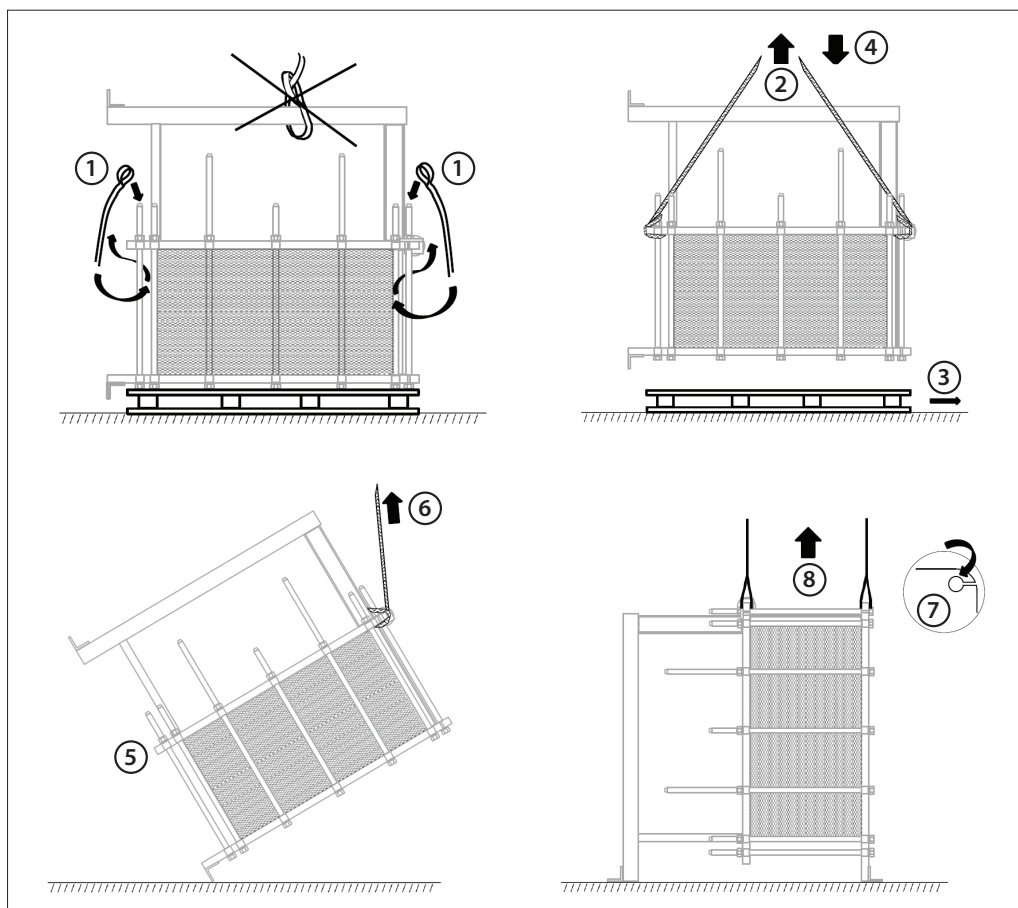

Fig. 8. Instructions de levage
**Pour prévenir toute blessure, utilisez toujours des équipements de levage appropriés. Si vous devez lever l'échangeur de chaleur, utilisez des sangles. Les sangles doivent être placées comme dans la fig. 8.**
Levage de l'unité : voir fig. 8.